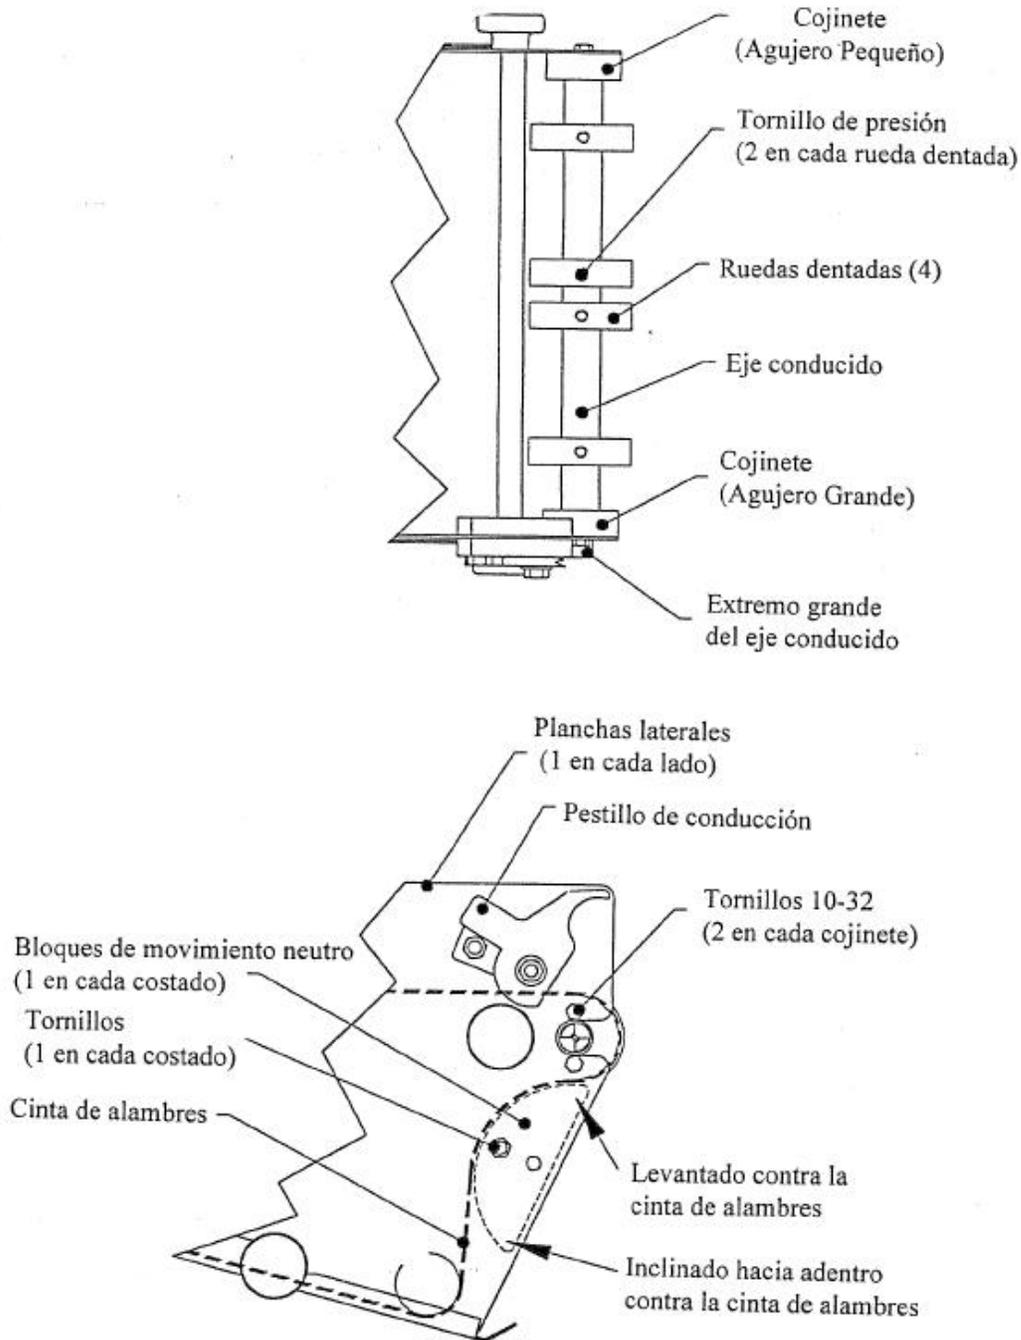

Figura 21
9.1.5 Reemplazo de los Cojinetes y del Eje de Conducción de la Cinta Transportadora de la Empanadora (Figura 21)
9.1.5 Reemplazo de los Cojinetes y del Eje de Conducción de la Cinta Transportadora de la Empanadora (Figura 21) (Continuación)